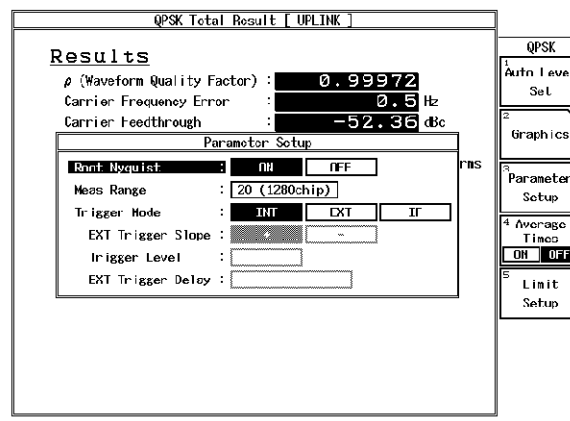

図 6-15 測定パラメータ表示
3. R3267 シリーズを CF:2GHz、RF 入力、QPSK 測定に設定し、パラメータを図 6-15 に設定し、**DC CAL**、**AUTO LEVEL** を実行します。